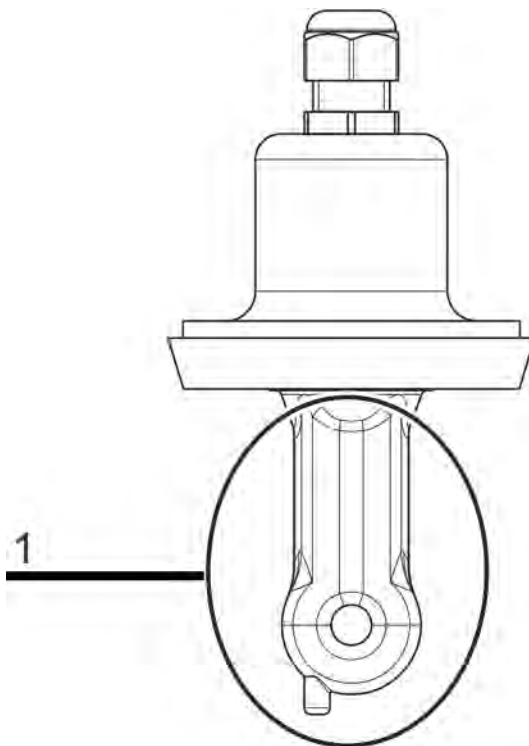

Fig. 74: Corpo sensore di un sensore Ci (Pos. 1)
3. ➤ Posizionare il sensore in modo che il corpo del sensore sia sospeso liberamente in aria. (Vedi Fig. 74 .)